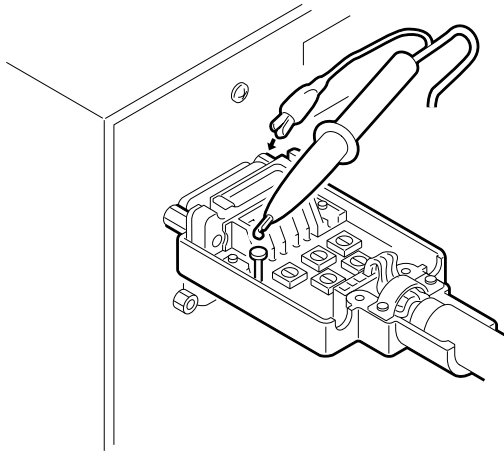

Abb. 2
- ① Führen Sie den Vorverstärker in den Zähler ein, und schalten Sie den Zähler ein.
- ② Halten Sie eine Oszilloskopsonde an den PM-Kontakt der Vorverstärkerplatine, und klemmen Sie eine Erdklemme an die Steckverbinderschraube an. (Abb. 2)